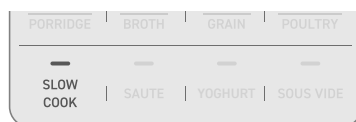

Figura 5.2
3. Selezionare **COTTURA A FUOCO LENTO** e premere i pulsanti **-** oppure **+** per regolare il tempo, se necessario. **[Figura 5.2]**